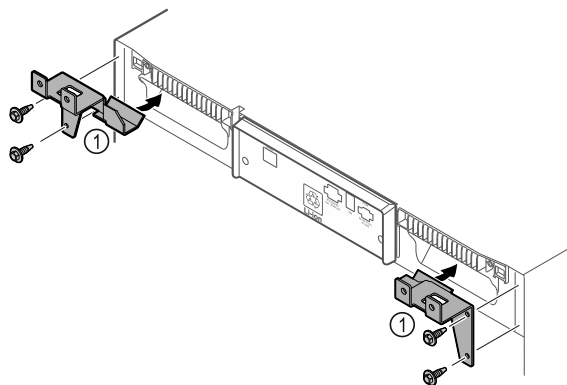

Fig. 50
- ▶ Смонтируйте на устройстве удерживающие элементы Fig. 50 (1), используя самонарезающие винты.